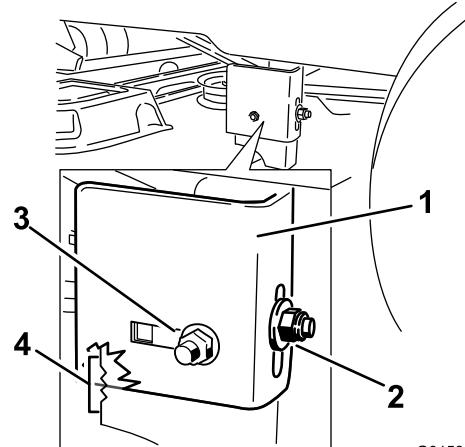

Figura 54
8. Afloje la tuerca de bloqueo trasera de la pletina de suspensión justo lo suficiente para poder retirar la pletina (Figura 54).
10. Cuando la carcasa esté en la posición deseada, apriete la tuerca de bloqueo trasera de la pletina de suspensión para fijar la posición nueva (Figura 54). Apriete la tuerca de bloqueo lateral de la pletina de suspensión.